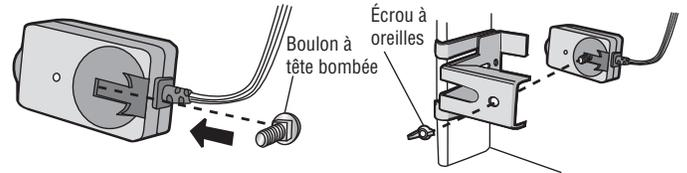

Figure 6
1. Faites cheminer le câble de la sonnerie depuis les deux capteurs vers l'ouvre-porte de garage. Fixez le câble au mur et au plafond avec des agrafes (Figure 6).